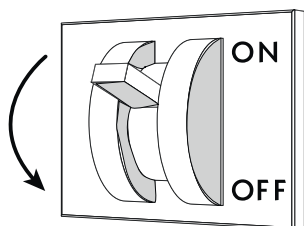

Abb. 27
- Trennen Sie das Kühlmöbel mit Hilfe des Wandschalters vom Stromnetz ("Abb. 27").